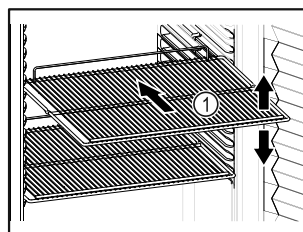

Fig. 73 Ilustrační zobrazení
- Pokud jsou odstavňové plochy Fig. 73 (1) přemístitelné, přizpůsobte je vždy na danou výšku.